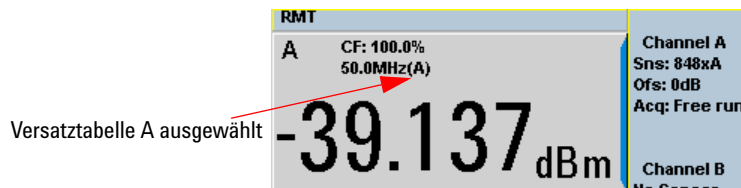

Abbildung 2-9 Anzeige des frequenzabhängigen Versatzes
- 4 Drücken Sie  erneut, um den Messbildschirm anzuzeigen. Abbildung 2-9 zeigt, welche Versatztabelle ausgewählt ist.